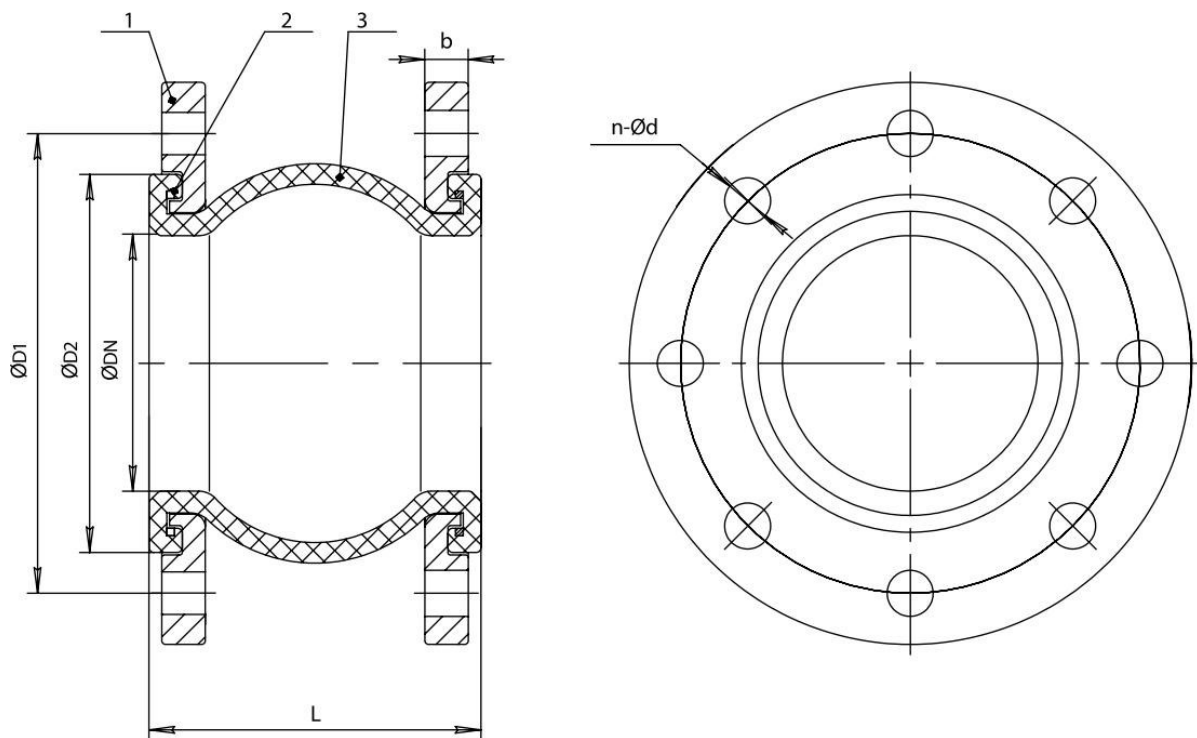

Рис. 1
1.3.1. Основные элементы конструкции компенсатора приведены в табл.2, на рис.1